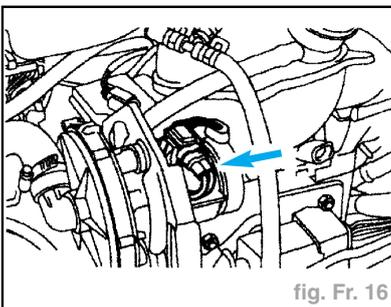

fig. Fr. 16
- Débrancher le connecteur multiple du moteur d'injection d'air (fig. Fr. 16).